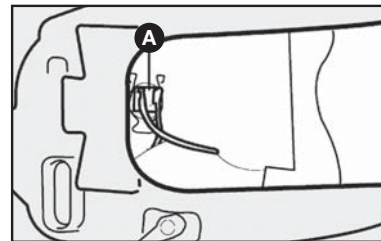

fig. 16
2) soltar o conector A-fig. 16 de alimentação da lâmpada;